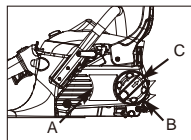

Fig. 3B
3. Eliberați ușor butonul (C) prin rotirea acestuia în sens antiorar și apoi rotiți inelul de tensionare a lanțului (B) în sens antiorar pentru eliberarea inelului de tensionare a lanțului. (Fig.3B)
4. Pentru a îndepărta capacul pinionului (A), rotiți butonul (B) în sens antiorar. (Fig.3B)